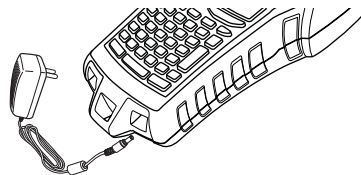

Figura 2
1. Inserire l'adattatore nel connettore di alimentazione sulla base della stampante. Vedere la Figura 2.